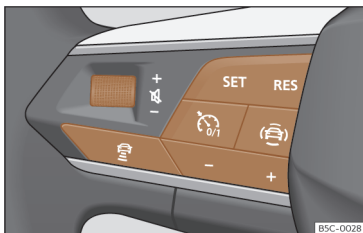

Fig. 130 En el volante multifunción: botones para manejar el ACC.
- Pulse la tecla  del volante multifunción >>> **fig. 130**.
- Para comenzar la regulación presione la tecla **SET >>> fig. 130**.
Para programar la velocidad pulse los botones + o - >>> **fig. 130** hasta la velocidad deseada. El ajuste de velocidad se realiza en intervalos de 10 km/h (5 mph).
- Pulse la tecla  y, a continuación, la tecla + o - >>> **fig. 130**.
- Pulse brevemente la tecla  >>> **fig. 130** o pise el pedal del freno.